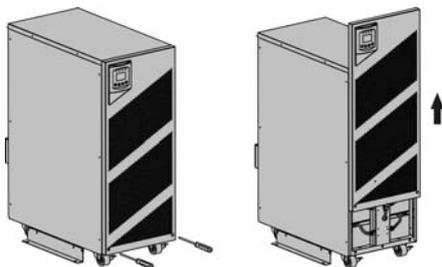

Fig. 7-1 Sostituzione Batterie - Step 1
- 1) Rimuovere il pannello frontale e disconnettere il connettore sulla scheda display. Vedi la Fig. 7-1.